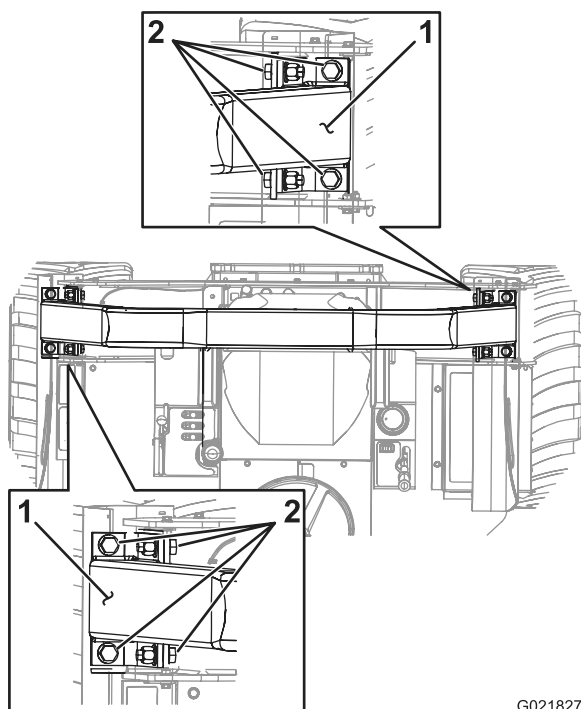

Figure 96
1. Vérifiez que les 8 boulons qui fixent l'arceau de sécurité au châssis de la machine sont serrés à un couple de 24,4 à 26,1 Nm ; voir Figure 96.